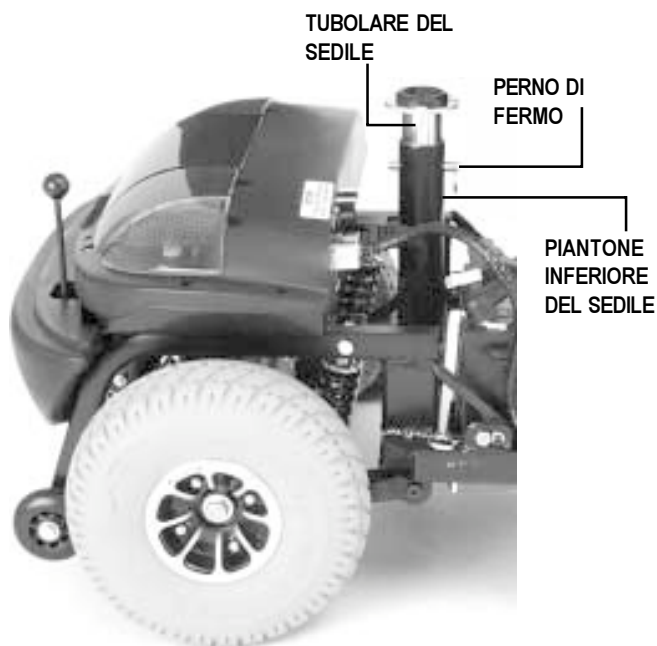

Figura 15. Regolazione altezza del sedile
2. Staccare il perno di fermo tirando l'apposito anello dal piantone inferiore del sedile. Si veda figura 15.